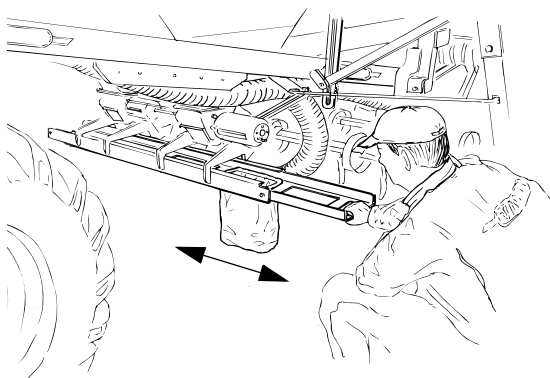
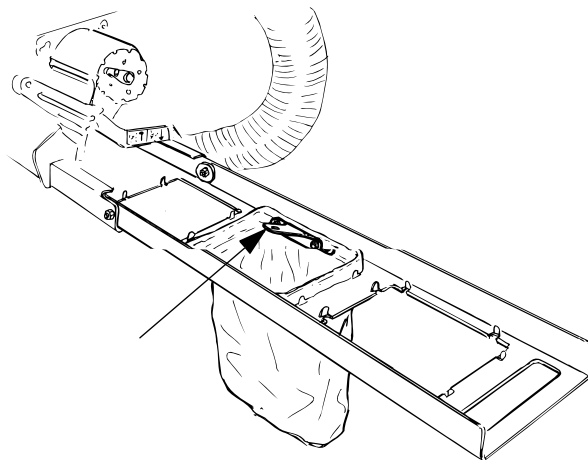

Figure 14.57
Figure 14.58
- 3 Vytáhněte sáně a umístěte kalibrační pytel do středního otvoru, viz "Figure 14.57" a "Figure 14.58". Přesvědčte se, zda rukojeť pytle směřuje správným směrem. Zatlačte sáně proti aretačnímu zařízení tak, aby pytel skončil pod víkem šneku hnojiva. (Vztahuje se pouze na stroje opatřené kalibračními sáněmi.)